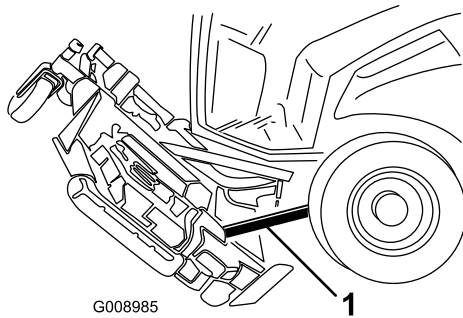

Figura 138
6. Introduzca a presión un bloque de madera entre el borde trasero de la carcasa y la máquina (Figura 138).